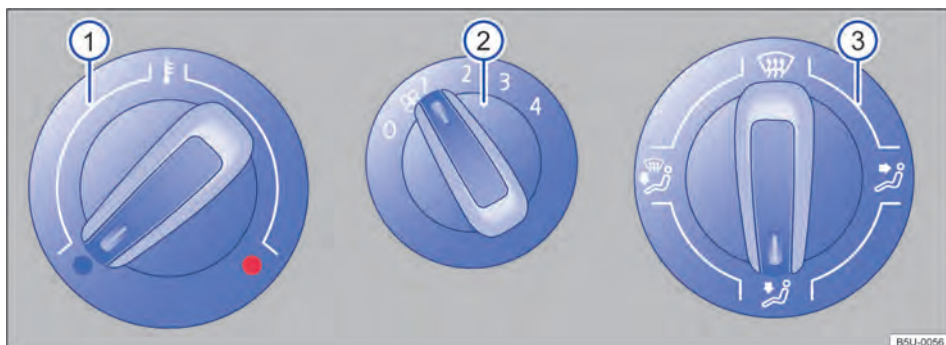
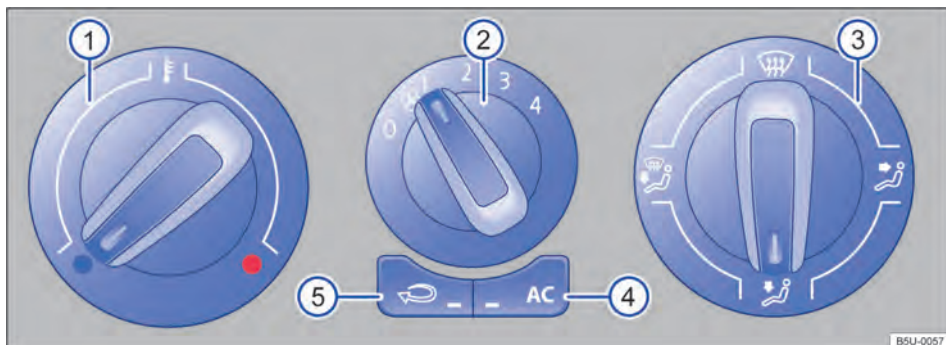

Fig. 76 No console central: comandos do sistema de ventilação e aquecimento. ▶
Fig. 77 No console central: comandos do ar-condicionado.
Botão, regulador	Informações complementares do sistema de ventilação e aquecimento → Fig. 76 e ar-condicionado → Fig. 77.
- Em veículos com sistema de aquecimento, colocar o regulador da temperatura → Fig. 76 ⓘ totalmente para a direita, para a posição máxima de aquecimento.
- Colocar o regulador da distribuição de ar → Fig. 77 ⓘ para a posição ☞, nesta posição o modo de recirculação de ar não pode ser acionado.